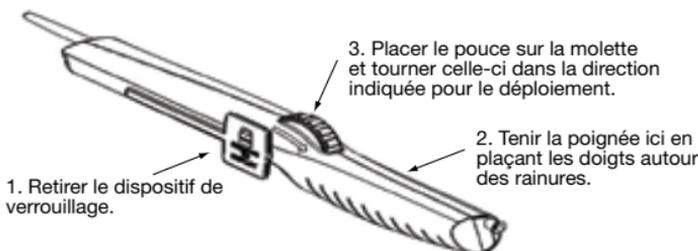

Figure 3 – Démonstration du déploiement
7. Stabiliser la poignée et faire tourner la molette vers l'arrière en direction de la flèche, tel qu'indiqué à la figure 3. La gaine rétractable qui recouvre l'endoprothèse pendant la mise en place se rétracte de 5,1 mm environ (valeur nominale) avant le déploiement initial de l'endoprothèse. **Remarque** : si l'on observe une inexactitude au cours du déploiement initial (**AVANT L'APPOSITION DE L'ENDOPROTHÈSE SUR LA PAROI DU VAISSEAU OU DU CANAL**), il est possible de régler la position du système de mise en place pour obtenir le degré d'exactitude souhaité. Le cas échéant, il est possible de retirer le système (y compris l'endoprothèse) ainsi que l'introducteur ou le cathéter-guide d'un seul tenant, avant le début du déploiement de l'endoprothèse. **S'ASSURER QUE LES MARQUEURS DU SYSTÈME DE MISE EN PLACE NE BOUGENT PAS AU COURS DU DÉPLOIEMENT**. Si l'on remarque un déplacement des marqueurs du système de mise en place du côté distal, tirer vers l'arrière en utilisant le corps du cathéter pour conserver la position des marqueurs du système de mise en place.